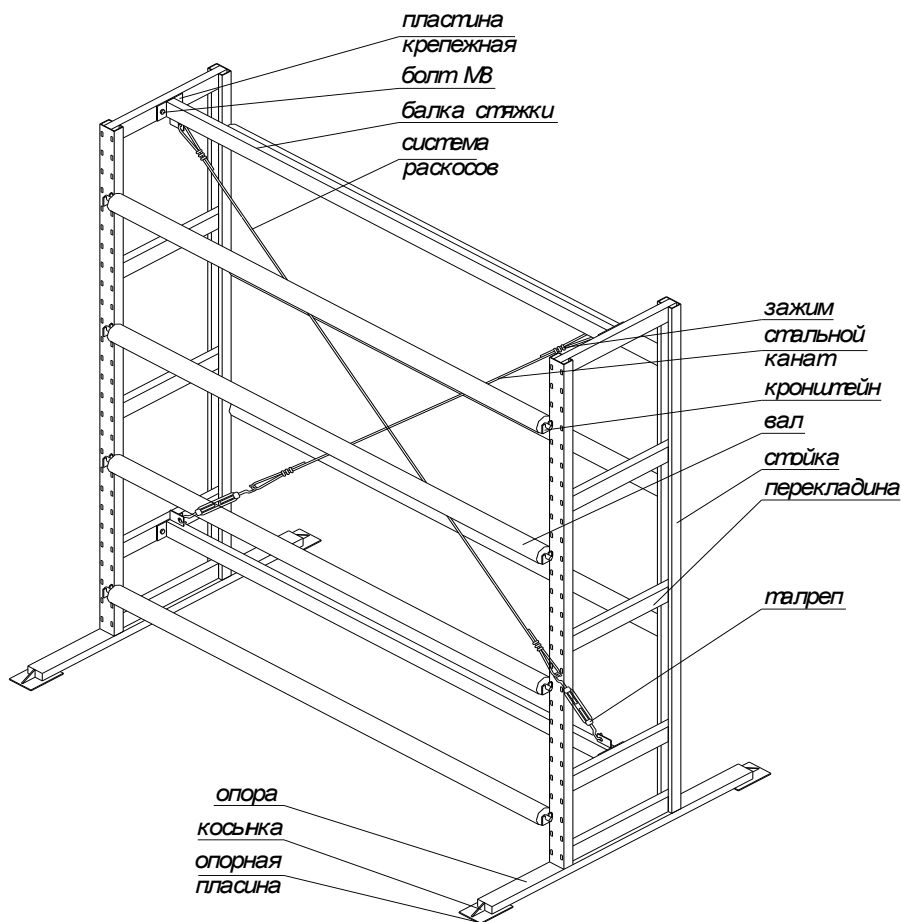

Рисунок 1. Линолеумный стеллаж
4.1. Стеллаж представляет собой металлоконструкцию, собранную из отдельных конструктивных элементов (см. рис. 1).